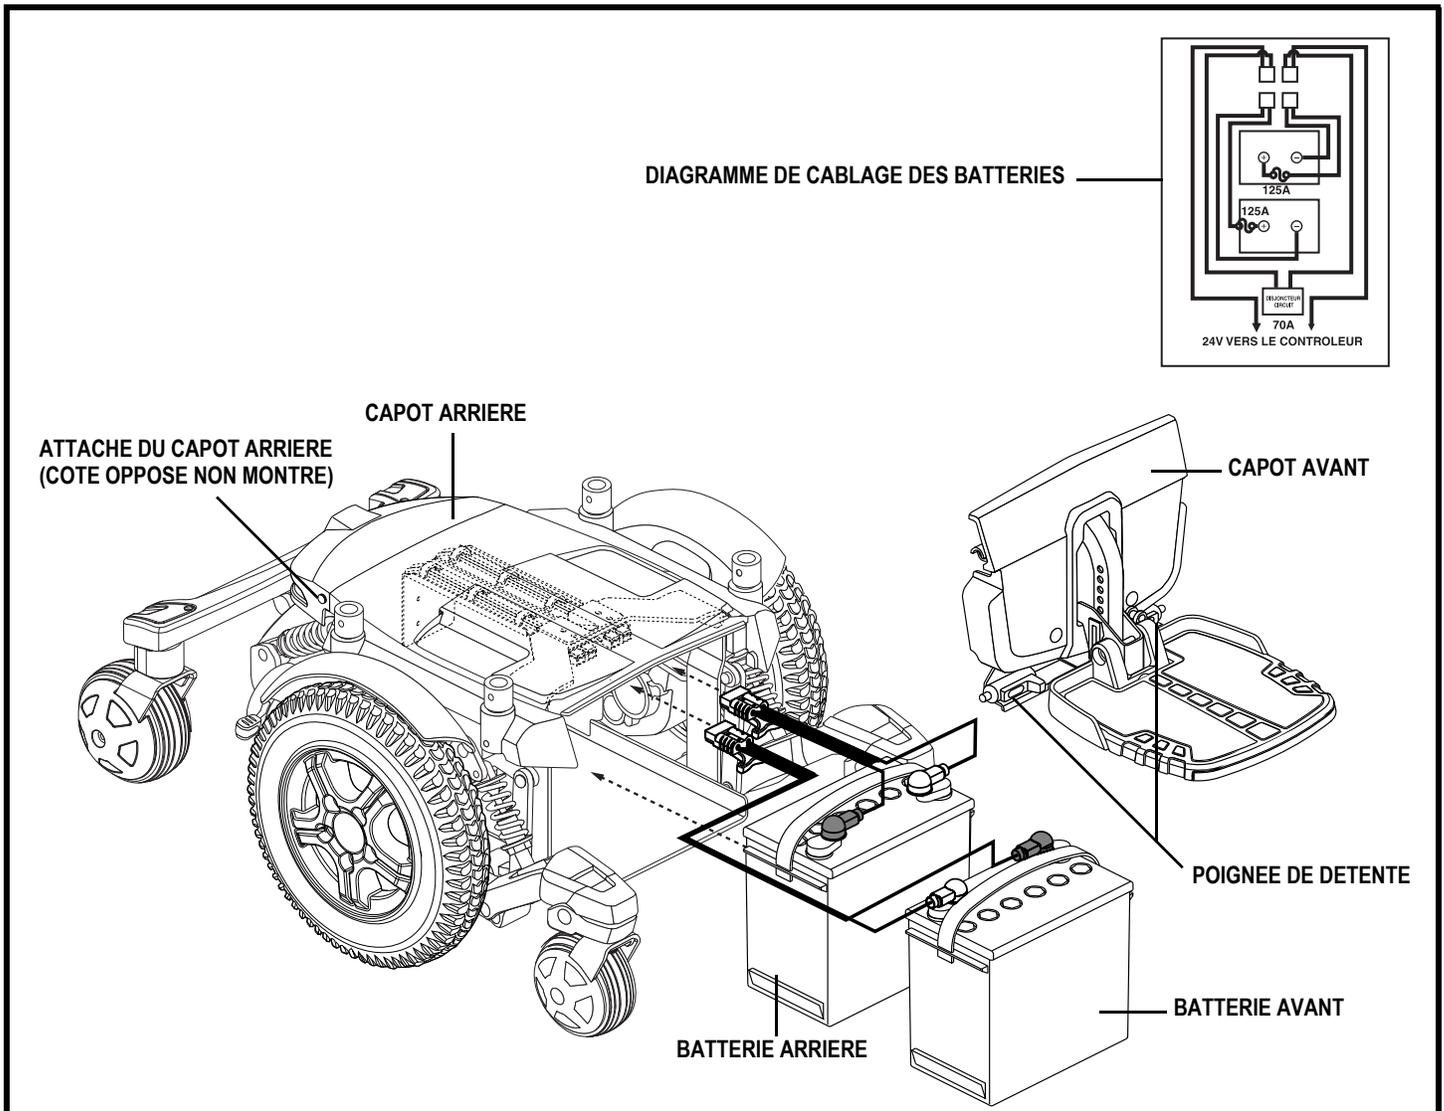

Figure 29. Installation des batteries
3. Retirez le plateau du repose-pieds en comprimant les poignées de détente (**voir la figure 29**) et en soulevant le plateau.
7. Installez le fil sur la batterie avant selon le diagramme de branchement. **Voir la figure 29.**
8. Installez le fil sur la batterie arrière selon le diagramme de branchement. **Voir la figure 29.**